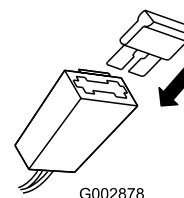

Figura 25
2. Inserite il fusibile nel portafusibili (Figura 25).